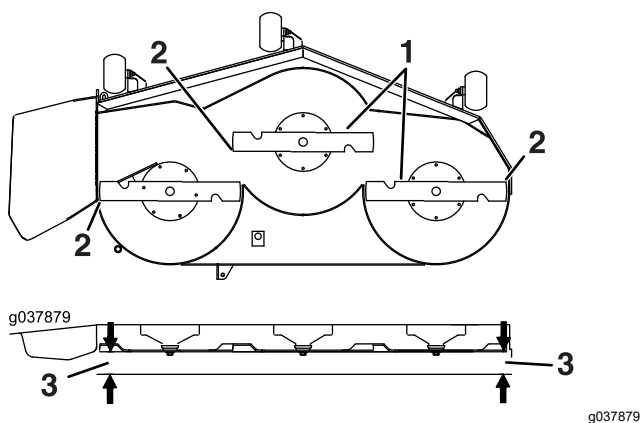

Figure 84
6. Mesurez la distance entre la pointe des lames et la surface plane (Figure 84). Si les deux mesures diffèrent de plus de 5 mm, réglez les lames, ajustez l'horizontalité des lames ; poursuivez cette procédure.
14. Tournez les lames avec précaution pour qu'elles soient parallèles dans le sens transversal (Figure 84).